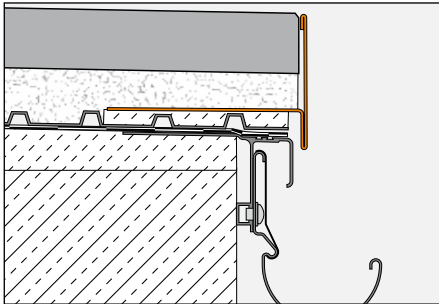

Fig. 1
Mise en œuvre pour la pose de dalles autoportées sur des plots de mortier ou sur un lit de gravier/concassé avec BARA-RT (Fig. 1)
3. Lors de l'utilisation de BARA-RT comme retenue de gravier (Fig. 1), la couche de